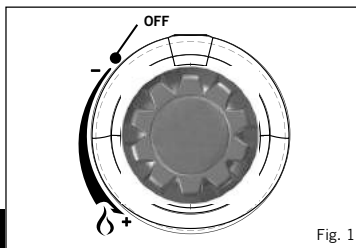

Fig. 1
- Før gasforsyningen kobles til, skal du først sørge for at enhedens ventiler står på OFF (FRA) ved at dreje styringsknoppen hele vejen med uret (se fig. 1).
- For at sætte gasbeholderen på, kontrolleres først om enhedens ventiler står på OFF (FRA) ved at dreje styringsknoppen hele vejen med uret til stop (se fig. 1). Sørg for at gasbeholderen holdes i opretstående position, skru beholderen på ventilen med uret til den sidder godt fast, kun håndstramning. Hvis beholderen overstrammes, kan det beskadige beholderventilen.